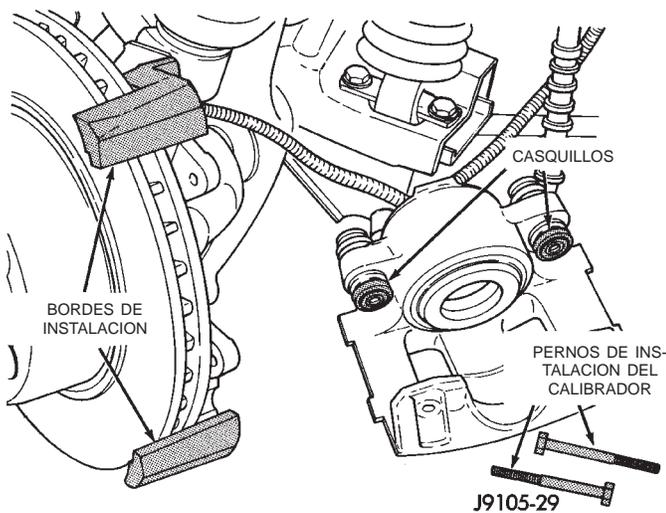

Fig. 28 Puntos de lubricación del calibrador
(1) Limpie con un cepillo de alambre las superficies del borde de instalación de la zapata de freno y aplique luego una ligera capa de grasa multikilometraje Mopar a las superficies (Fig. 28).
(2) Instale el calibrador posicionando las escotaduras del extremo inferior de las zapatas de freno en el